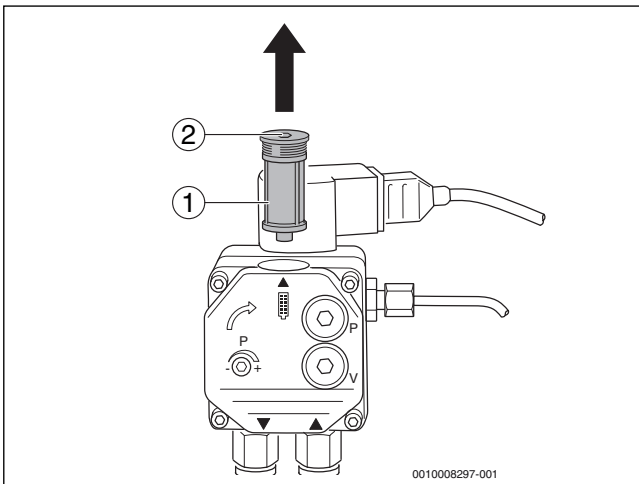

Fig. 27 Comprobación del filtro de la bomba de gasóleo – bomba de gasóleo de Danfoss
- ▶ Suelte el tornillo de cabeza hexagonal de la parte superior (→fig. 27, [2]).
- ▶ Extraiga el filtro de la bomba de gasóleo (→fig. 27, [2]) tirando de él hacia arriba.
- ▶ Limpie el filtro de la bomba de gasóleo (→fig. 27, [1]) con gasolina de lavado y, si fuera necesario, sustitúyalo y móntelo de nuevo en la bomba de gasóleo.